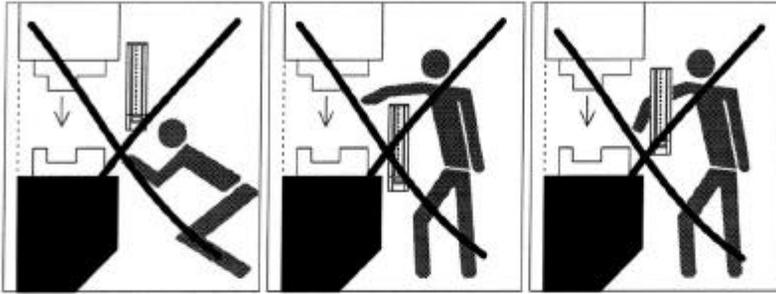

Abbildung 4-1 Gefahr durch Unter-, Über- und Umgreifen des Schutzfeldes
1. Die Gefahrstellen dürfen nur durch das Schutzfeld hindurch erreichbar sein (Abbildung 4-1).